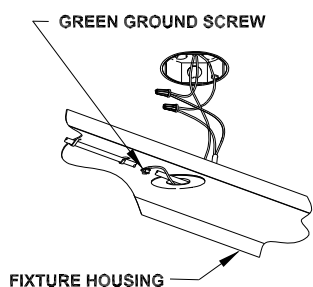

Figure 4
6. Ground fixture as follows. Secure the green or bare copper ground wire from the outlet box under the green screw. If house wiring includes no ground wire, consult electrician. **See Fig. 4.**
7. Connect white fixture wire to white power supply wire with wirenut. Connect black fixture wire(s) to black power supply wire with wirenut. **See Fig. 4.**
6. Hacer tierra con la luminaria como sigue. Asegure el alambre verde o de cobre descubierto de toma a tierra de la caja de salida debajo del tornillo verde. Si alambreado de la casa no incluye un alambre de toma a tierra, consulte un electricista. **Vea Fig. 4.**